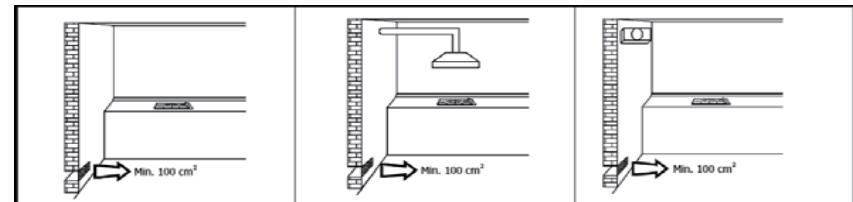

Рис. 1
- минимальная площадь поперечного сечения воздуха 100см2 (см рис.1);